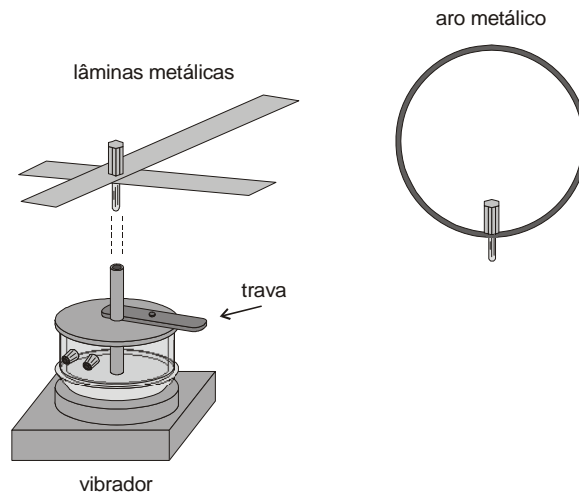

FIGURA 3 - Vibrador mecânico, lâminas (barras) e aro usados para produção de ondas estacionárias.
- Trave o eixo do vibrador, remova o fio e encaixe o conjunto de lâminas metálicas, como ilustrado na Figura 3. Destrave o eixo do vibrador.